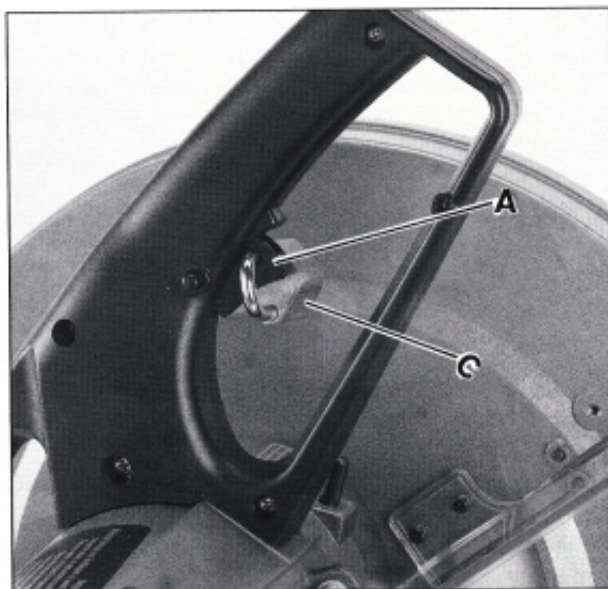

Abb.9
**IMPORTANT:** Lorsque la machine n'est pas utilisée, il est recommandé de bloquer l'interrupteur en position ARRET à l'aide d'un cadenas (C) passé par les trous de la gachette (A), voir Fig. 9.